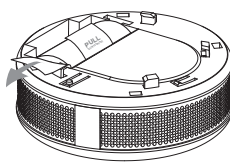

Fig. 3
3. Usuń zabezpieczenie baterii (Fig. 3).